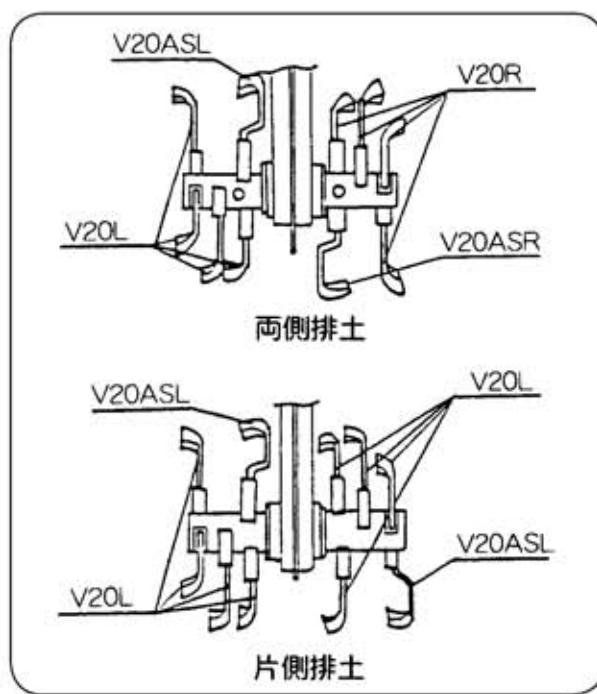

図 52
(7) 溝堀セット30 (図52)
このセットを使用することにより31cmの溝堀作業ができ、ハウス内のベッド作り片排土を利用して支柱際作業等ができます。耕うん刃の取付けは図52のようにセットしてください。